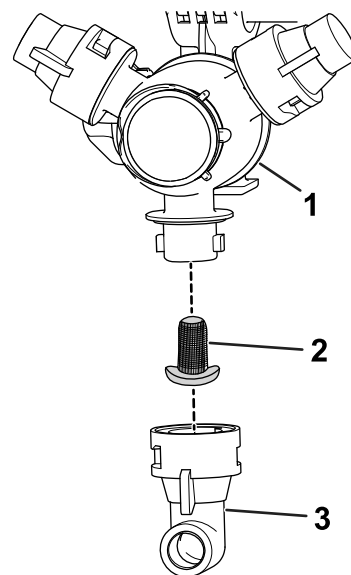

Figura 89
2. Déposez la buse de la tourelle de pulvérisation (Figura 89).
3. Déposez le filtre de buse (Figura 89).
5. Montez le filtre de buse (Figura 89).
6. Montez la buse sur la tourelle de pulvérisation (Figura 89).